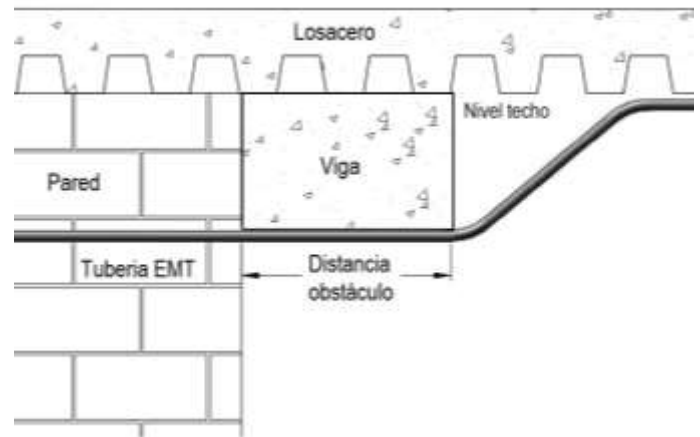

Figura 62. Curva bayoneta después de un obstáculo
5. Doble la tubería como se observa en la figura 62 de la misma forma que se hace al doblar antes del obstáculo.